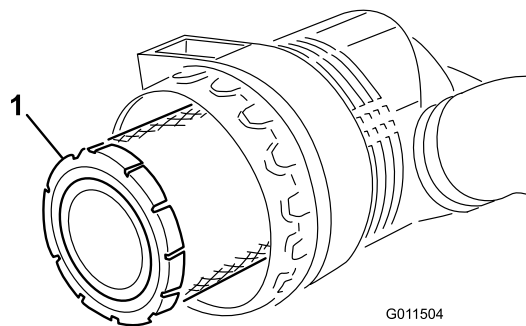

Bild 55
3. Entfernen und wechseln Sie den Hauptfilter aus (Bild 55).